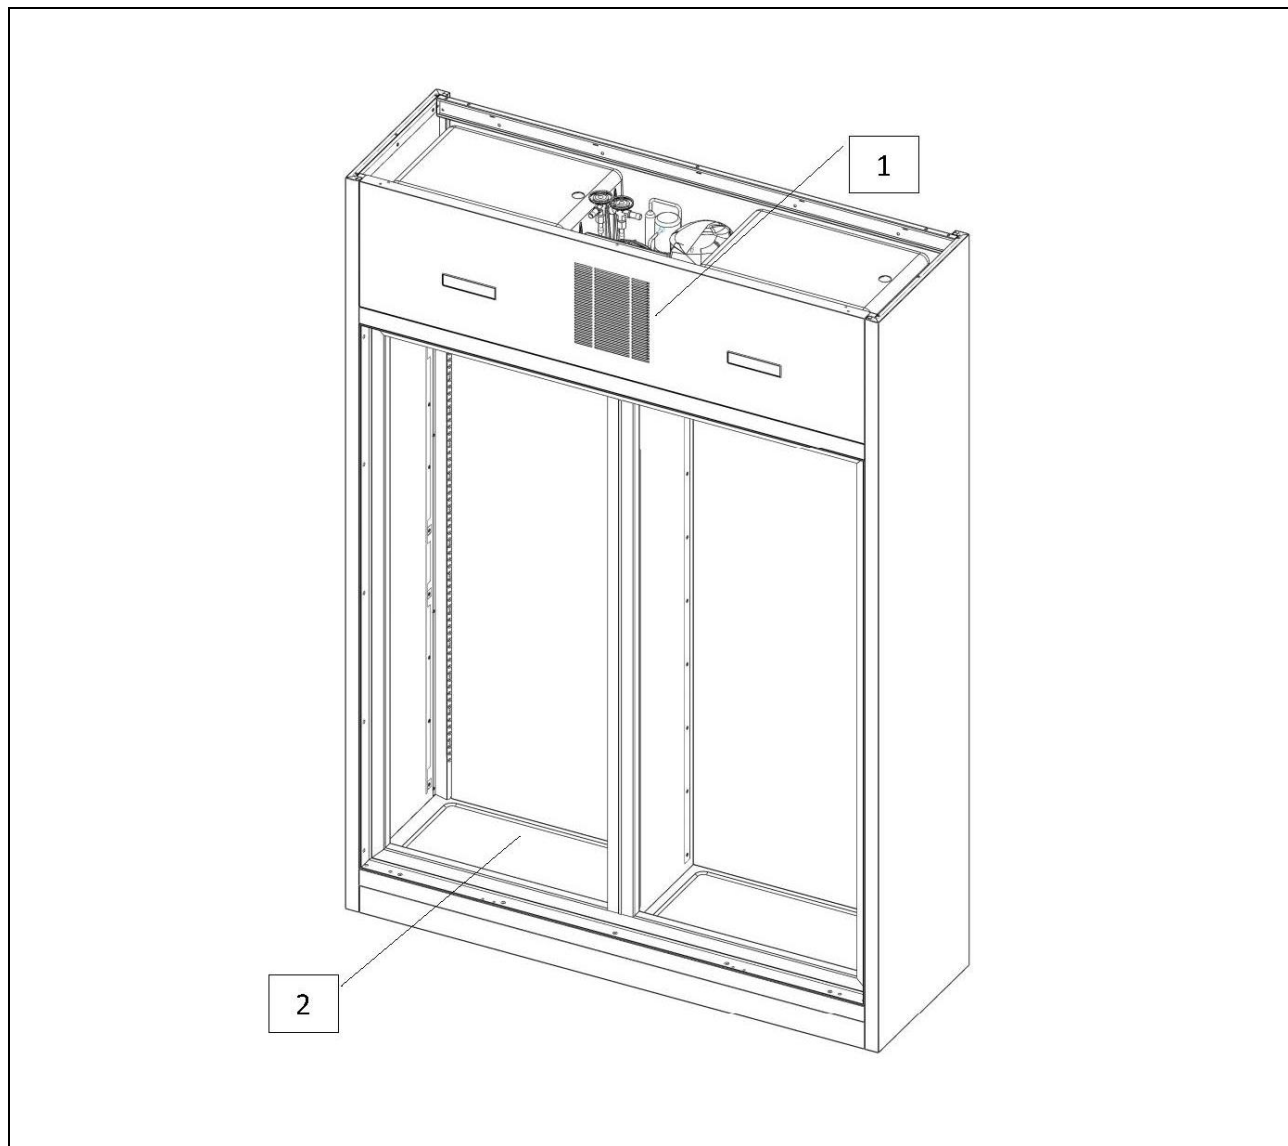

Fig. 5
- Si les arrivées d’air (réf. 1 fig. 5) sont bouchées;
- Si le produit à traiter se trouve contre les grilles d’aération (réf. 1 fig. 5), des arrivées d’air ou sur le fond de la cellule (réf. 2 fig. 5).